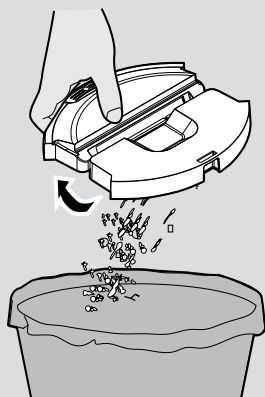
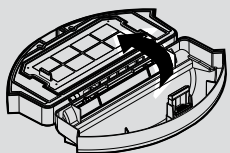

Fig. 8
Fig. 9
2. Tøm støvbeholderen over en søppelbøtte. [Fig. 8]
2. Tøm støvbeholderen. [Fig. 8] Åpne støvbeholderen, fjern filtergitteret og filteret, ta EPA-filteret ut av filtergitteret og rengjør dem separat. Monter i omvendt rekkefølge, og pass på at filteret monteres riktig. [Fig. 9,10]